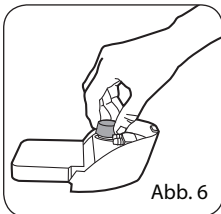

Abb. 6
2. Schrauben Sie den Tankverschluss vom Reinigungsmitteltank (Abb. 6).
4. Setzen Sie den Tankverschluss wieder auf und drehen sie ihn fest (Abb. 6).